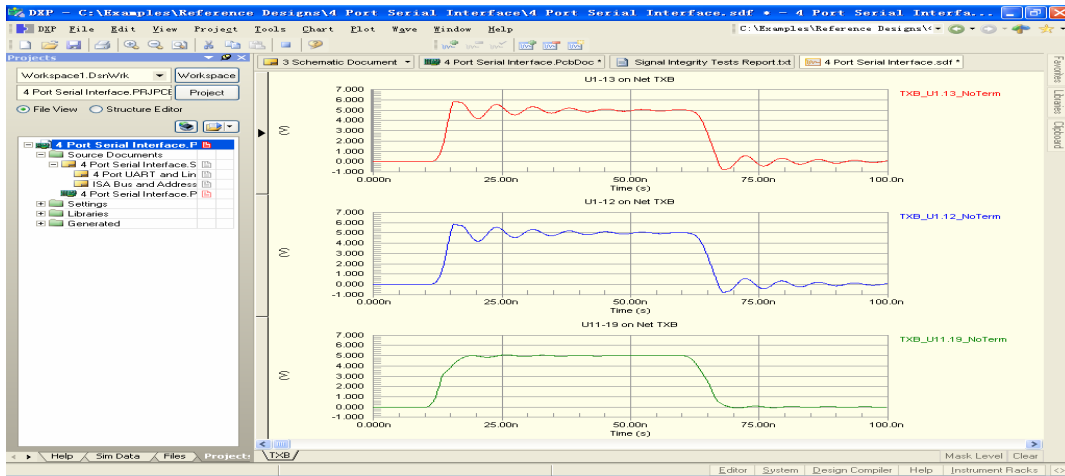

图 14
- 选择窗 13 口右下角的 **Reflections...**，反射分析的波形结果将会显示出来如图 14